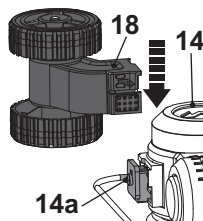

Fig. 2
1. Alignez les fentes coulissantes de la roue du coupe-bordure (18) avec le support du coupe-bordure (14a) à l'avant du boîtier du moteur (14) et faites glisser la roue du coupe-bordure (18) pour la fixer. Assurez-vous qu'elle s'enclenche bien (Fig. 2).